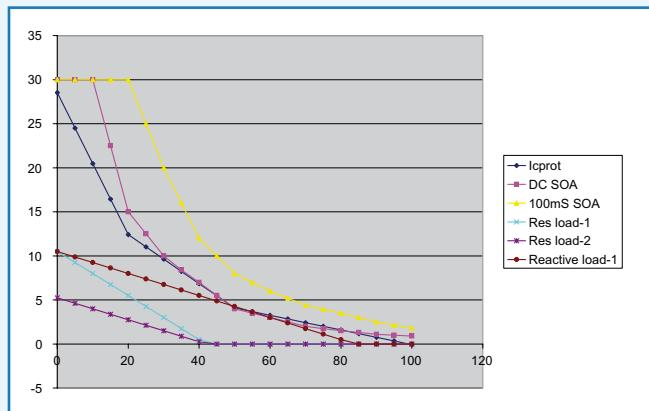

Figure 1. Aire de sécurité (SOA), lignes de charge et zone de protection.
La figure 1 montre les diverses courbes nécessaires pour mettre au point la protection SOA pour deux paires de composants de sortie. Le courant de collecteur I_C (A) est représenté sur l'axe vertical, la tension collecteur-émetteur V_{CE} (V) sur l'axe horizontal. Quand V_{CE} est nulle, cela signifie que V_{out} est égale à V_{supply} . En pratique, il y aura toujours quelques volts résiduels de V_{CE} à la tension de sortie maximale, mais nous l'ignorons pour le moment. La courbe cyan montre les combinaisons sûres de I_C et V_{CE} permanentes pour deux Darlington STD03 Sanken, utilisés dans cet amplificateur. La courbe jaune représente ces combinaisons pour une charge qui ne dure pas plus de 100 ms. Cela signifie que les combinaisons qui tombent en-dessous et à gauche de la courbe sont sûres, mais que le système de protection doit être activé dès que la courbe est traversée. Comme la musique est faite d'impulsions et non de courant continu, on pourrait dire que le respect de la courbe jaune est suffisant, mais en utilisant la courbe cyan nous aurons un facteur de sécurité supplémentaire en plus d'une protection contre les courts-circuits en continu.
La **figure 1** montre aussi quelques lignes de charge, qui sont les combinaisons de I_C et V_{CE} requises pour attaquer une charge (résistive), en supposant une alimentation de ± 40 V. La ligne inférieure, en rose, est une charge de $8\ \Omega$, la bleue une charge de $4\ \Omega$. Par exemple dans le cas de $4\ \Omega$, nous voyons que quand $V_{CE} = 0$, la tension de sortie est égale à la tension d'alimentation (40 V dans ce cas) donc I_{out} dans $4\ \Omega$ vaut 10 A. La courbe marron concerne aussi une charge de $4\ \Omega$, mais maintenant avec une composante réactive maximale à 90° de déphasage. C'est une charge particulièrement méchante. Avec $V_{CE} = 40$ V, nous sommes exactement à mi-chemin des alimentations (± 40 V) avec $V_{out} = 0$. Avec $V_{CE} = 60$ V, V_{out} est en fait négative,
Ainsi nous pouvons faire une simple limitation de courant qui suit, par exemple, la ligne de la charge complexe de $4\ \Omega$, mais cela nous interdit l'usage de la grande plage à faible V_{CE} et I_C entre 10 A et 30 A, qui pourrait être utile avec des haut-parleurs qui ont des creux à basse impédance. Il est clair d'après la figure 1 qu'un simple limiteur de courant n'est pas suffisant. Nous devons « modéliser » la courbe cyan dans notre circuit. Cela peut être fait avec quelques éléments non-linéaires dans le circuit, et la courbe de protection SOA que je recherche est représentée en bleu foncé. Elle présente deux points d'inflexion, à $V_{CE} = 20$ V et $V_{CE} = 50$ V.